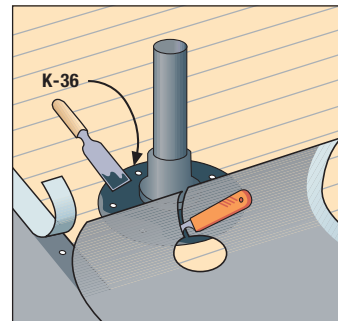

Bild 15
9.) **För rör m.m. som förts genom taket** används elastiska spänning försedda genomgångsbälgar av gummi (**bild 15**), med minst 15 cm breda flänsar. Montera bälgan på plats och spika fast den i flänsen. Skär av TopTite så att dess övre ända når 10-15 cm ovanför genomskärningen, gör ett snitt i TopTites ända och skär ett hål av bälgens storlek. Limma fast vådens ända på flänsen helt och hållet med Tätklister.